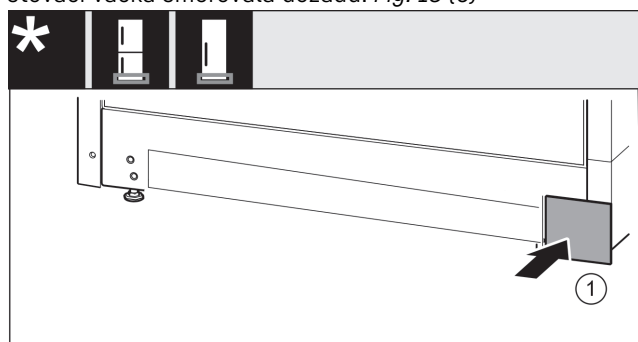

Fig. 19
- ▶ Kryt opět nasadte na druhé straně. *Fig. 19 (1)*